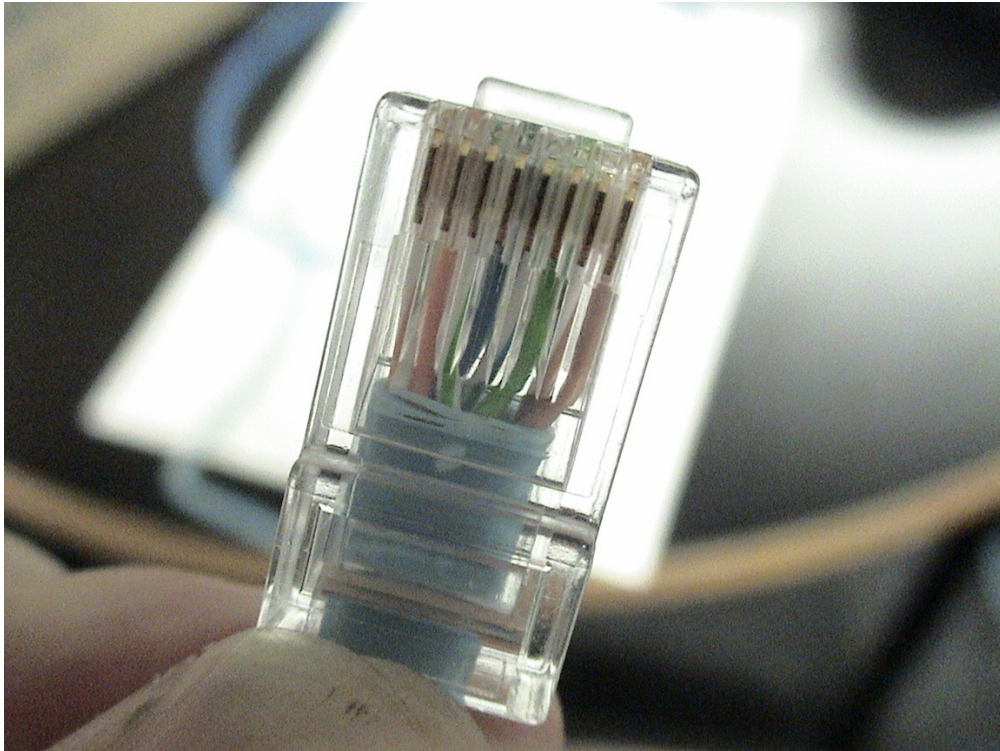

図 1: 色の順序は正しいか？
- － 腹からみて、色は正しい順番になっているか? (図 1)